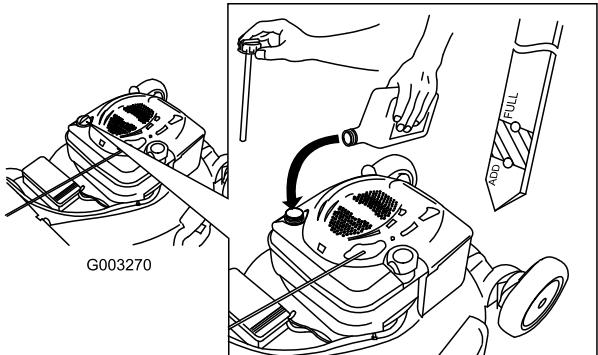

Figura 10
- Togliete l'asta di livello (Figura 10).
- Rimuovete l'asta di livello e controllate il livello dell'olio; fate riferimento a Figura 10.